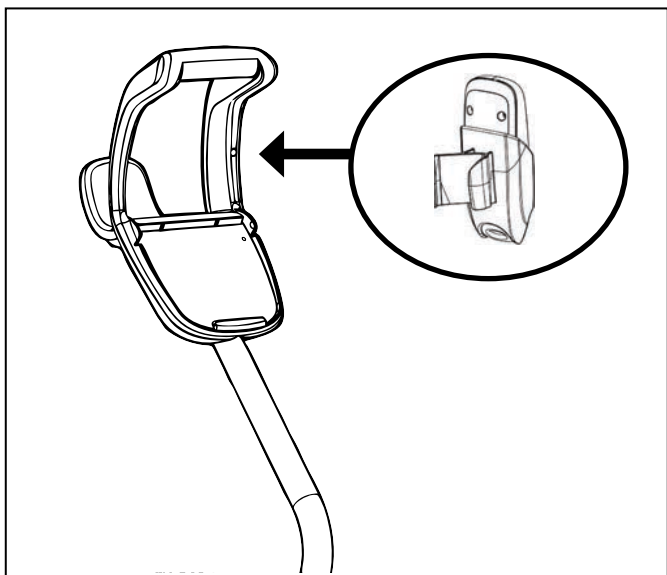

Figure 8. Enclencher le porte-télécommande
- (9550 Sport/P955) Trouver la goupille située sur le porte-télécommande et l'aligner avec le réceptacle situé sur la poignée du chariot afin d'accrocher la télécommande au chariot (Figure 8).